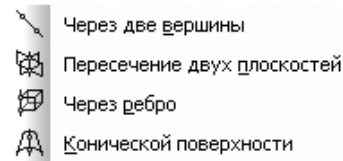

Рис. 3.11. Всплывающее меню пункта **Ось**
- **Ось** вызывает всплывающее меню, показанное на рис. 3.11;